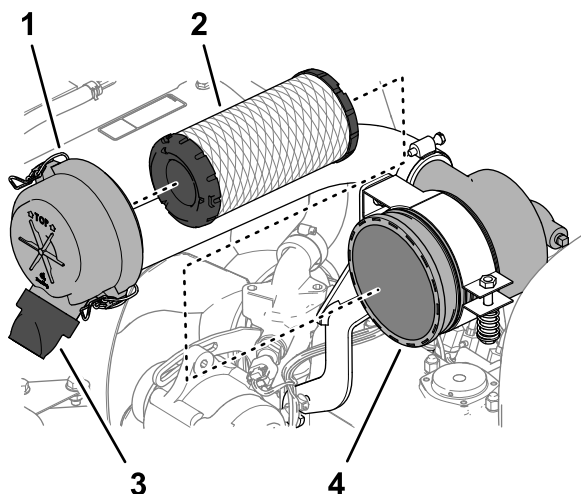

Figura 67
3. Liberte os trincos que fixam a cobertura do filtro de ar ao respetivo corpo (Figura 67).
6. Retire o elemento do filtro (Figura 67).
7. Retire a válvula de saída de borracha (Figura 67) da porta de ejeção de sujidade da tampa do filtro de ar.